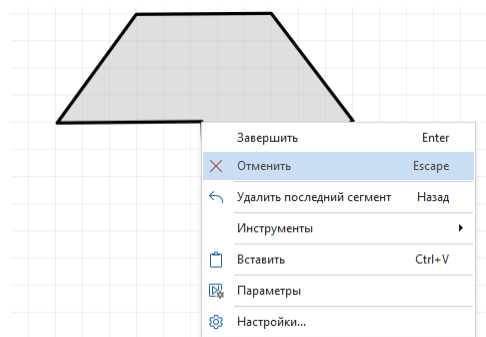

Рис. 311 Отмена размещения
8. Нажмите «Escape» или «Отменить» в контекстном меню для отмены размещения многоугольника, см. Рис. 311.